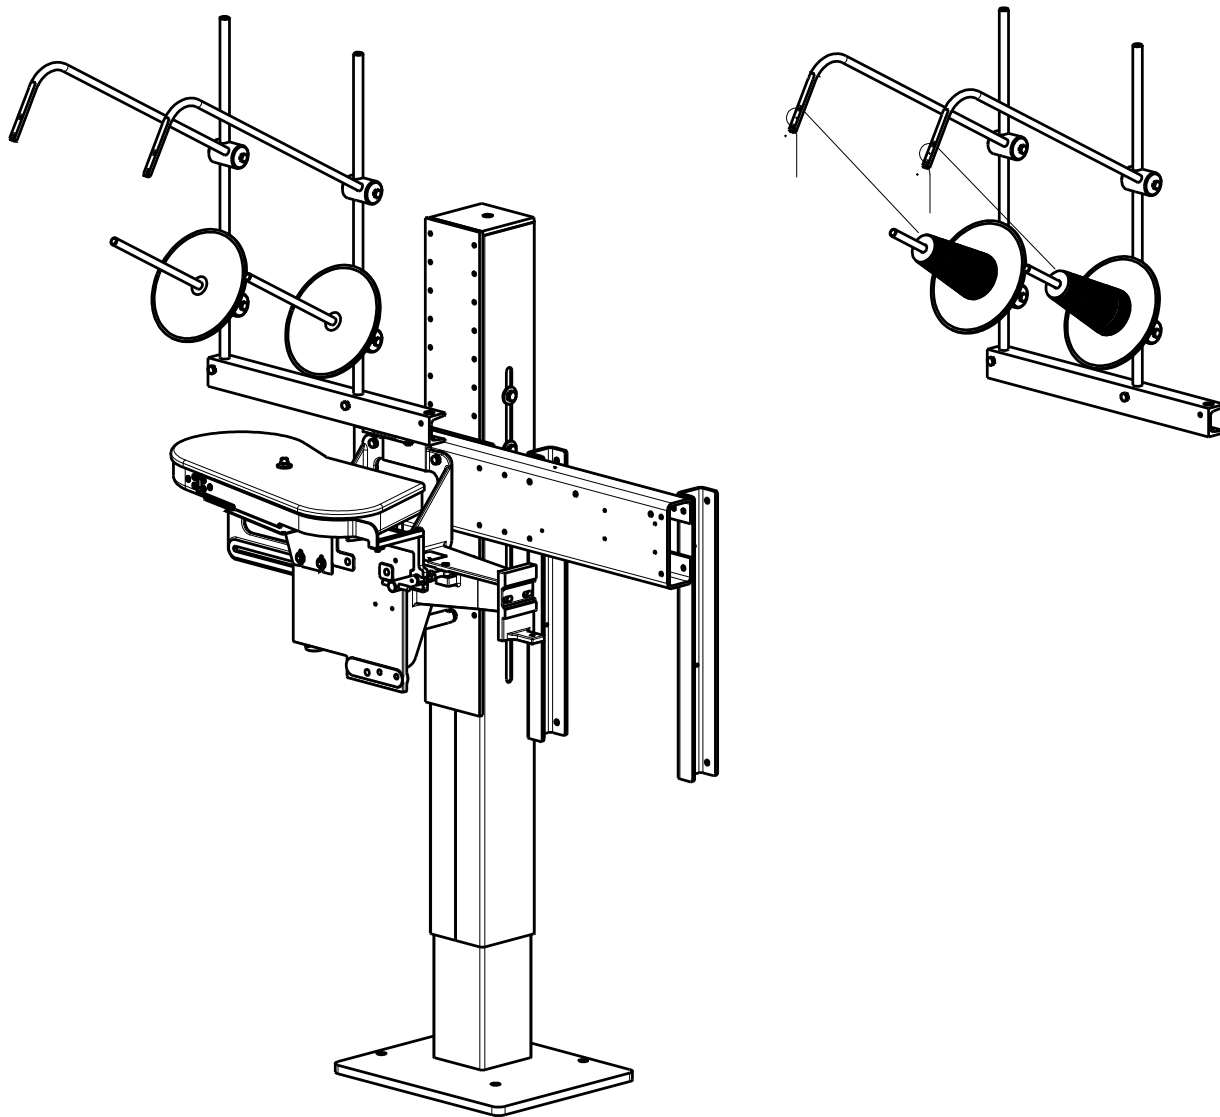

Fig. 5
Take the components of the thread stand from the accessories and assemble them as shown in Fig. 5. Select the distance between the spool pin (S) and thread guide (T) according to the size of the cones of sewing thread in application.
Nehmen Sie die Einzelteile für den Fadenständer aus dem Zubehör und montieren Sie diesen wie in Fig. 5 gezeigt. Wählen Sie den Abstand zwischen Spulensstift und Fadenführung entsprechend der Größe der verwendeten Garnrollen.